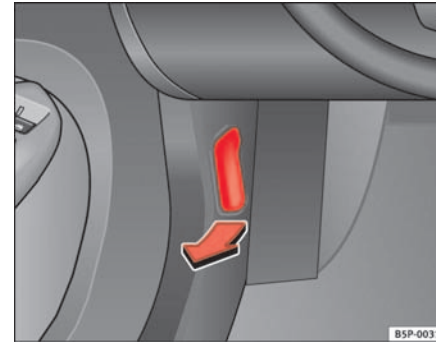

Abb. 158 Ausschnitt aus dem Fußraum auf der Fahrerseite: Entriegelungshebel für die Motorraumklappe
- Ziehen Sie den Hebel unter der Instrumententafel ⇒ Seite 219, Abb. 158 in Pfeilrichtung. Die Motorraumklappe wird durch Federwirkung entriegelt ⇒ .